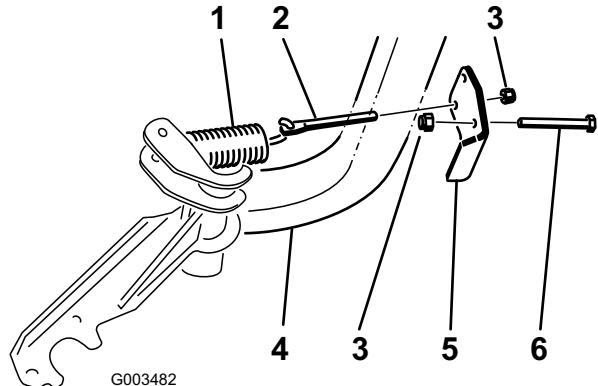

Figura 6
4. Introduzca el perno del muelle en el taladro del soporte del muelle y sujetelo provisionalmente con una contratuerca (3/8 pulgada). Posicione el perno del muelle según se muestra en Figura 6.
6. Monte el soporte del muelle en el tubo del bastidor delantero con un perno (3/8 x 2-3/4 pulg.) y una contratuerca (3/8 pulgada). Posicione el soporte del muelle según se muestra en Figura 6.